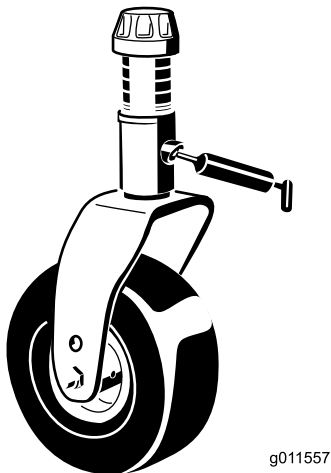

Figure 46
- 1 bague d'axe de chape de roue pivotante (Figure 46)